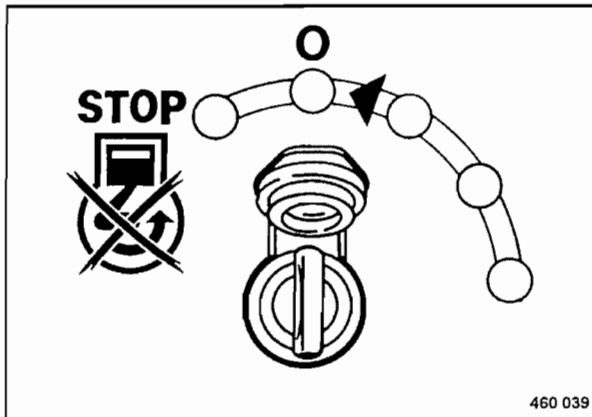

Fig. 65
- Para parar el motor, la llave de encendido (Fig. 65) se debe girar en posición "0".